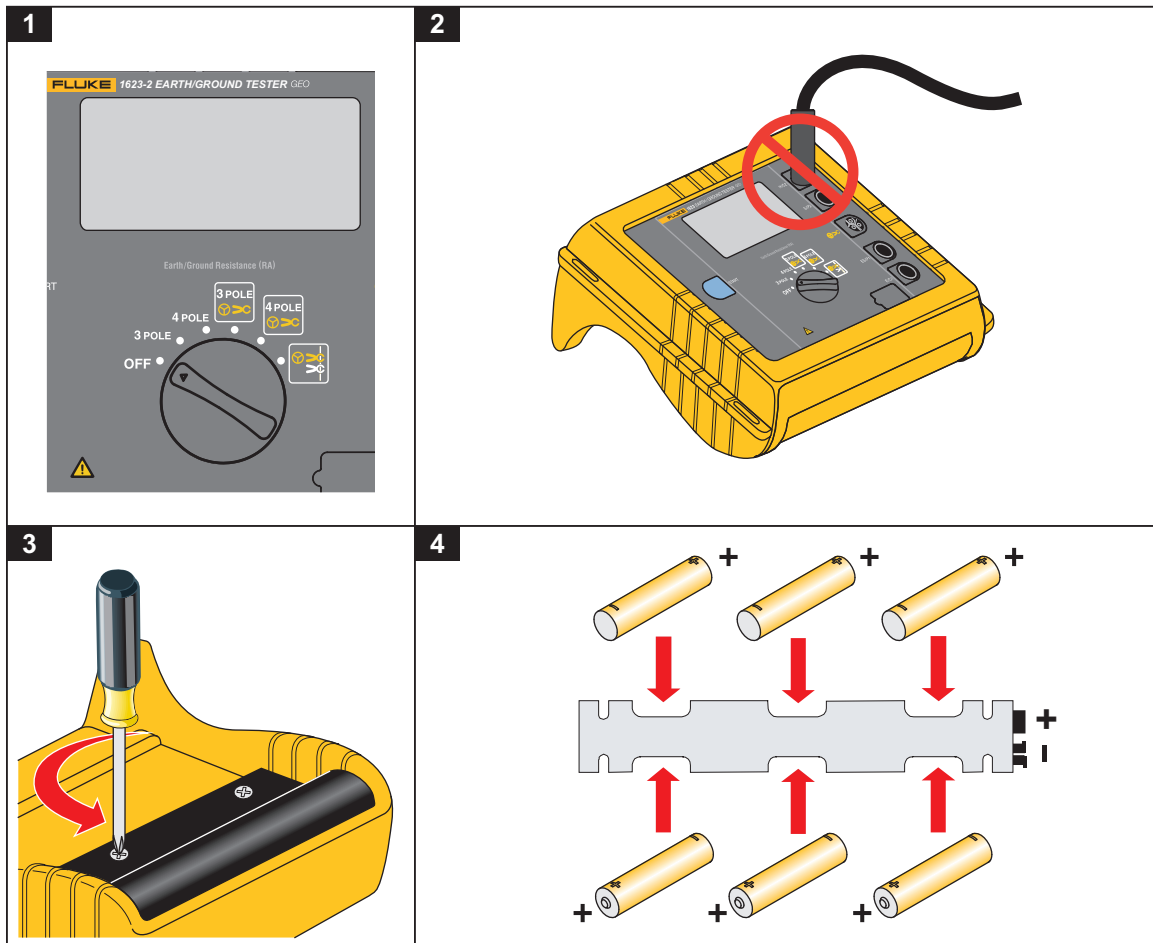

Abbildung 2. Einlegen der Batterien
1. Gerät ausschalten, siehe Abbildung 2.